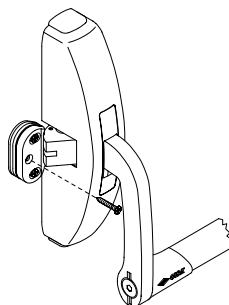

FIG. 15
- 14) Eseguire il terzo foro H5 = 2,6 mm e fissare definitivamente la bocchetta (fig. 15).
- 14) Drill the third hole H5 = 2.6 mm and fix the striker permanently (Fig. 15).
- 14) Réaliser le troisième trou H5 = 2,6 mm et fixer définitivement la gâche (fig. 15).
- 14) Practique el tercer orificio de 2,6 mm y fije definitivamente el batiente (Fig. 15).
- 14) Een derde gat H5 = 2,6 mm boren en de schootplaat definitief bevestigen (afb. 15).
- 14) Die dritte Bohrung H5=2,6 mm durchführen und den Beschlag endgültig befestigen (Abb. 15).